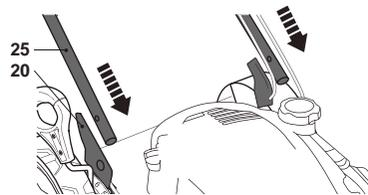

Fig. 2
4. Aligner la poignée inférieure (25) sur le support de poignée (20). S'assurer que les trous de la poignée inférieure sont alignés avec ceux du support (Fig. 2).